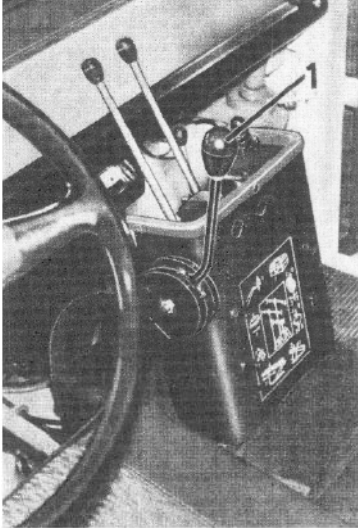

Bild 95. Bedienungselement der Sprüh- und Waschleiste
2. Sprühleiste je nach Bedarf mit Hilfe des Hebels (Bild 95/1) nach links oder rechts schwenken.